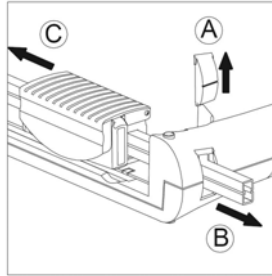

Figura 8
- 1 Retire la cubierta final de la placa base (figura 8, A).
- 2 Retire el riel de guía de la placa base (figura 8, B).
- 3 Sustituya el cabezal cortador antiguo por uno nuevo (figura 8, C).